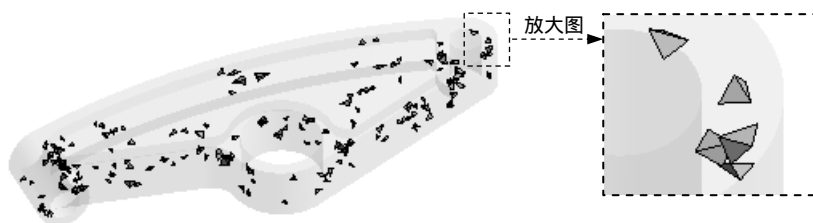

图 4.5.3 四面体单元
- ◆  Tet10 图例：表示 10 单元节点的四面体单元，单击图表中对应颜色的柱状图，在图形区显示所有四面体单元，如图 4.5.3 所示。